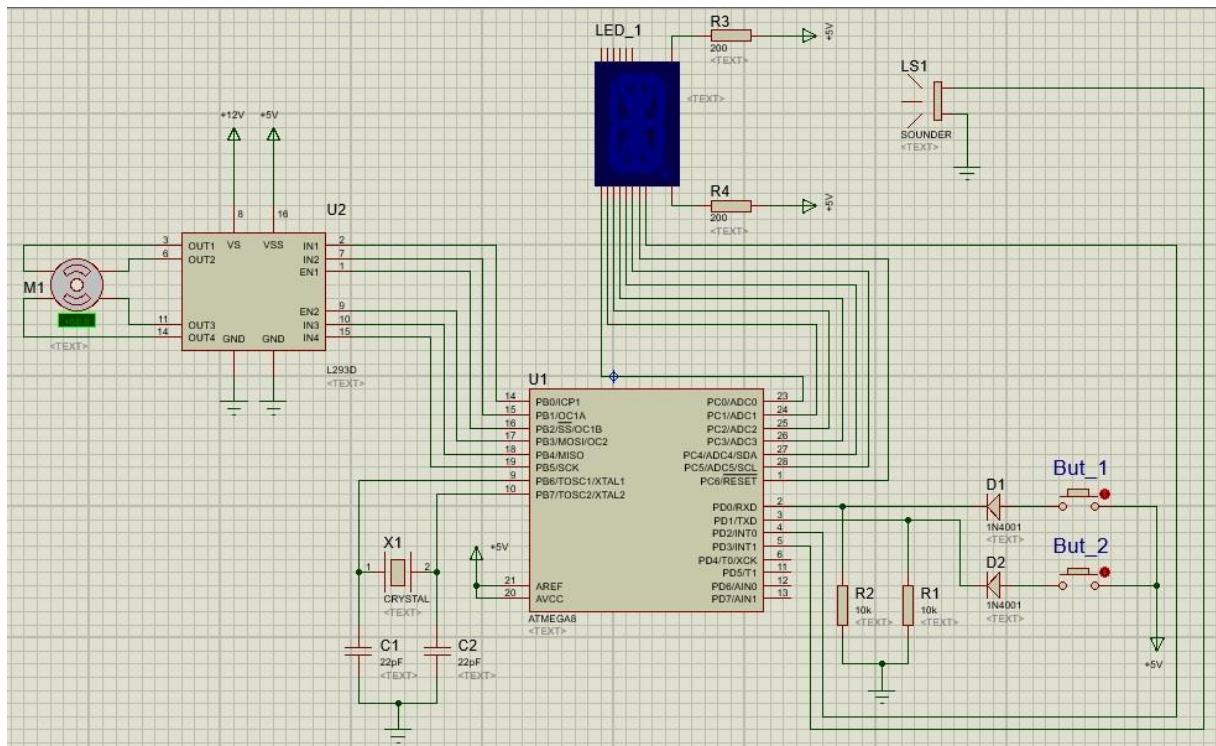

Рис. 3.10. Приклад створеної електричної схеми та розташування компонентів обраних з бази
2. Після збереження проекту у основному вікні (яке відкриється програмою CodeVisionAVR автоматично) написати програмний код, який би забезпечував виконання наступних умов (див. рис. 3.10):